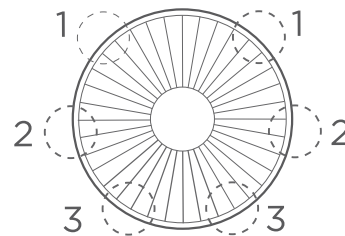

Fig.7
- Pour fixer les grilles, serrer la vis inférieure (Fig. 7).